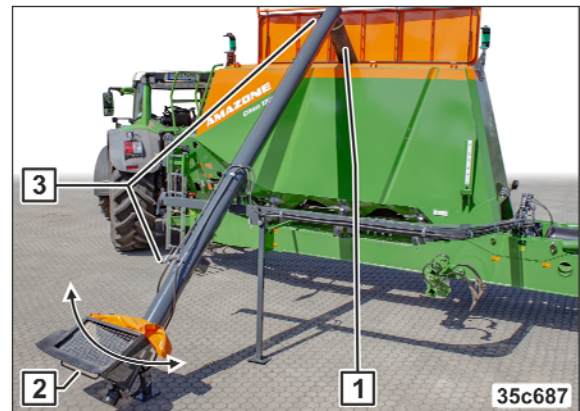

Fig. 249
10. Befüllschneckendrehzahl am Ventil (Fig. 249/3) einstellen.
11. Der Auslauf (Fig. 249/1) wird durch Schwenken der Befüllschnecke am Griff (Fig. 249/2) über die gewünschte Behälterkammer gestellt.